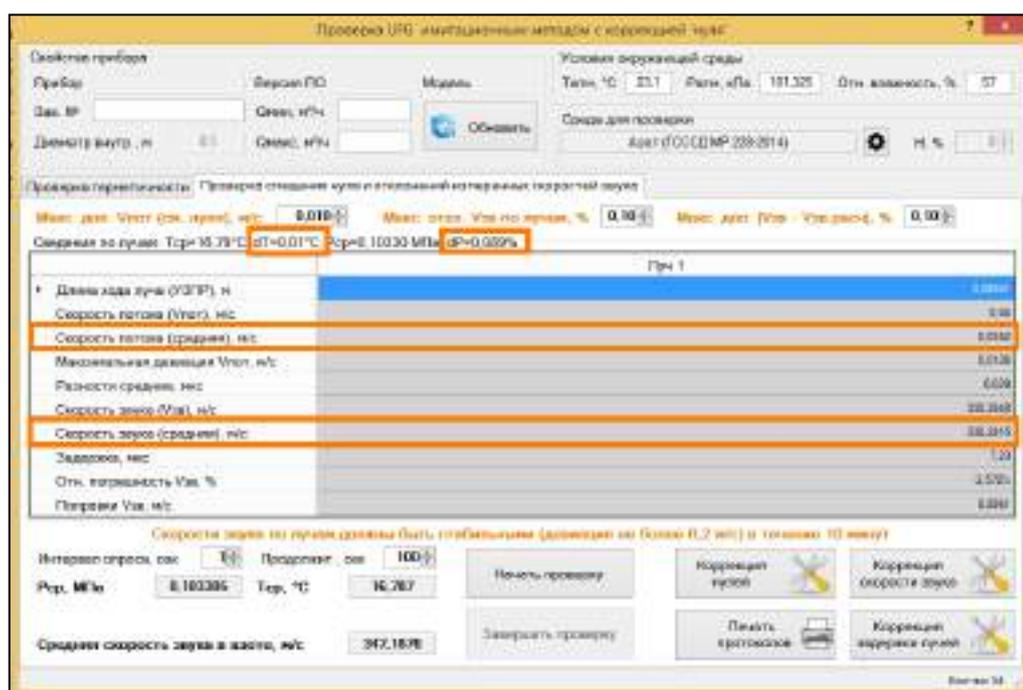

Рисунок 3.3 – Проверка плотномера имитационным методом
3. В открывшемся окне перейти на закладку "Проверка смещения нуля и измеренных скоростей звука" (Рисунок 3.3).